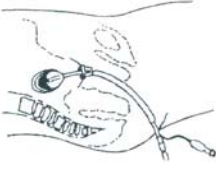

Figura 2
- Accertarsi che l'impugnatura (F) sia sistemata in modo sicuro, con il lato piatto dell'appoggio cervicale posizionato a 6 cm.
- Con una comune siringa di plastica, controllare il funzionamento del palloncino gonfiabile inserendo 6/7 cc d'aria nell'assemblaggio della valvola (A).
- Lubrificare l'estremità distale (B) e il palloncino (C) per facilitare l'inserimento. Dirigere con attenzione lo strumento lungo l'asse naturale della cervice per evitare di ferirla.
- Inserire completamente la Manipolatore Uterina fino a quando la parte frontale dell'appoggio cervicale (E) raggiunge la cervice esterna. Gonfiare lentamente il palloncino introducendo da 3 a 10 cc d'aria, fino a quando non si percepisce che l'appoggio cervicale abbia raggiunto completamente la cervice. Il palloncino gonfiabile "stringe" l'utero inferiore tra se stesso e l'appoggio cervicale fissato. Per evitare il riflusso d'aria nella siringa, tenere il pollice sullo stantuffo quando questa viene rimossa dalla valvola di gonfiaggio.
- Per assicurarsi che il palloncino (C) non sia rotto nel corso dell'operazione, verificare la tensione del pallone pilota (A). Se il pallone risulta morbido, vi è una rottura o una perdita nel palloncino.
- È possibile far ruotare la posizione dell'utero da posteriore (vedi figura 2) ad anteriore collocando la Manipolatore Uterina nella parte posteriore dell'organo e facendolo roteare fino alla parte anteriore dopo aver gonfiato il palloncino.
- Prima di effettuare la manipolazione o l'iniezione, verificare che il palloncino (C) sia gonfio osservando la gonfiatura del pallone pilota. La chiusura cervicale andrà persa se dovesse rompersi il palloncino. Un palloncino sgonfio aumenta il pericolo di perforazione della parete uterina.
- Per rimuovere la Manipolatore Uterina, inserire la siringa profondamente nella valvola d'aria (A) e sgonfiare il palloncino. Rimuovere lo strumento in modo accurato. Prima di gettare lo strumento, controllare che sia intatto e che nessuna parte sia rimasta nel canale vaginale.